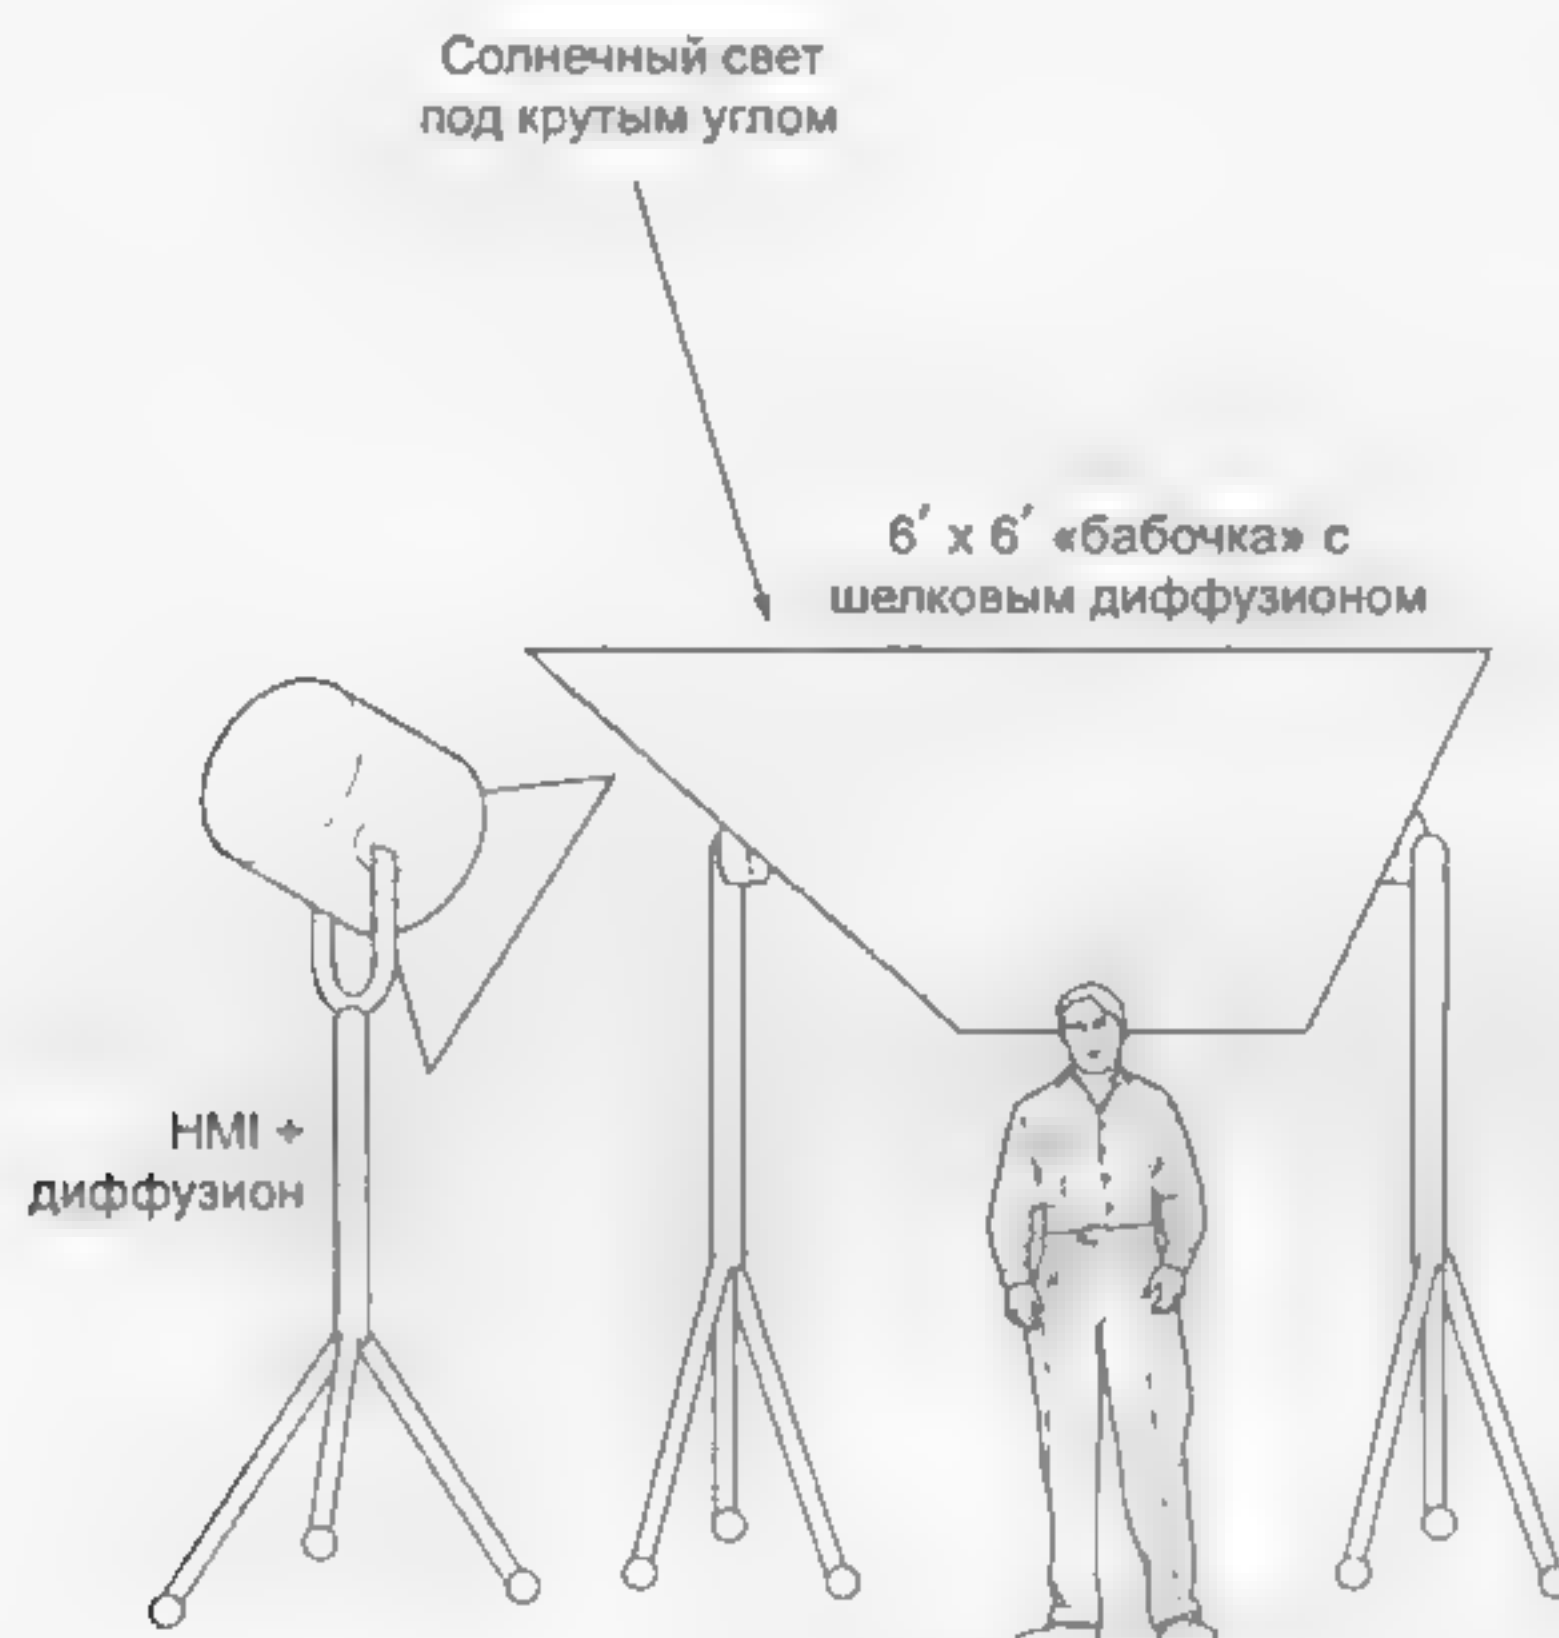

Рис. 17.7 Использование «бабочки», чтобы справиться с «крутым» солнечным светом
- преодолеть нежелательные эффекты слишком крутого угла солнечного света (см. рис. 17.7)